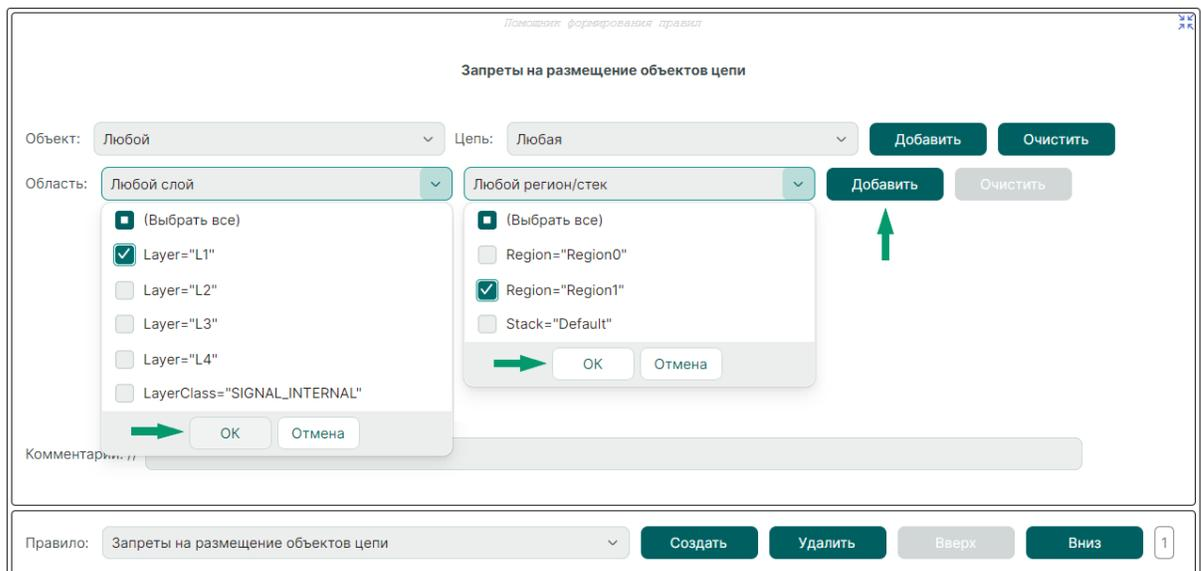

Рис. 176 Выбор области действия запрета
5. В выпадающих меню «Область» определите область действия запрета, см. Рис. 176.